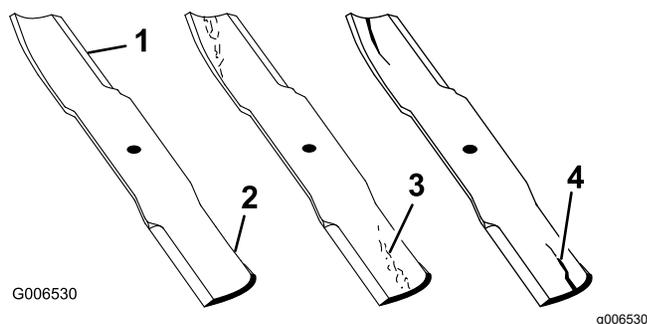

図 68
1. 刃先を点検する 図 68。
4. 破損、磨耗、割れの発生などがあれば、直ちに新しいブレードに交換する 図 68。